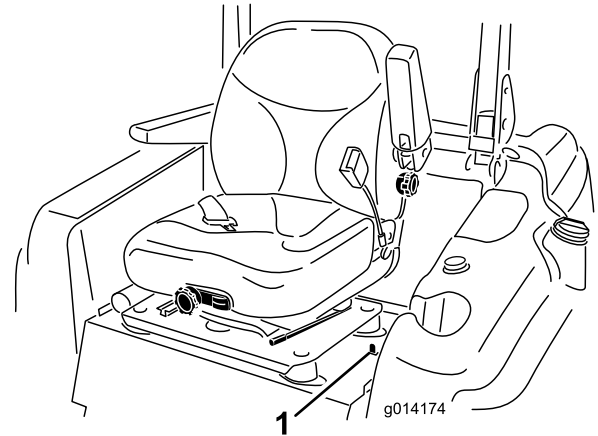

Bild 32
1. Bewegen Sie den Hebel auf der linken Seite des Sitzes nach hinten, um den Sitz zu entriegeln, und ziehen Sie den Sitz oben nach vorne (Bild 32).